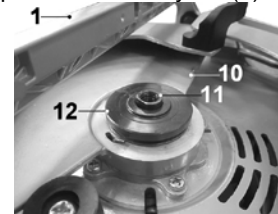

Рис. 3.
- 7.1.1. Установите на шпindel (11) внутренний фланец (12), как показано на Рис. 3.